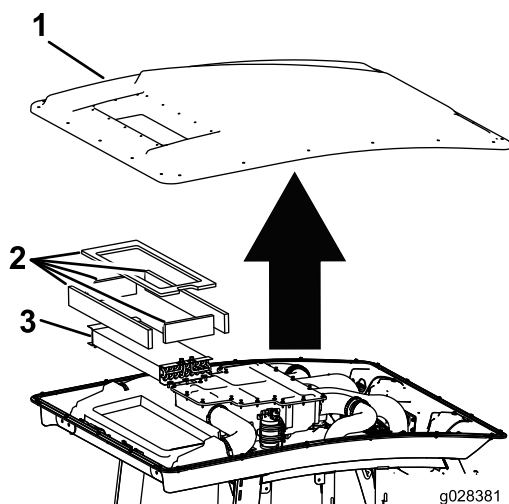

図 95
5. エアコンのコイルを外して清掃する 図 95。
3. キャビンの屋根を止めているボルト22本を外して屋根を外す 図 95。
4. エアフィルタを取り外す 図 95。